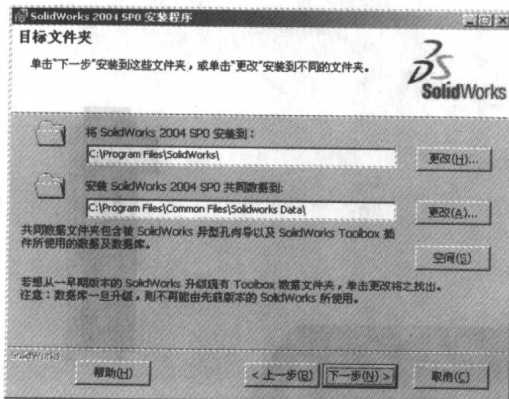

图 1-4
3. 通过帮助信息设置文件夹路径, 单击【下一步】, 如图 1-4。